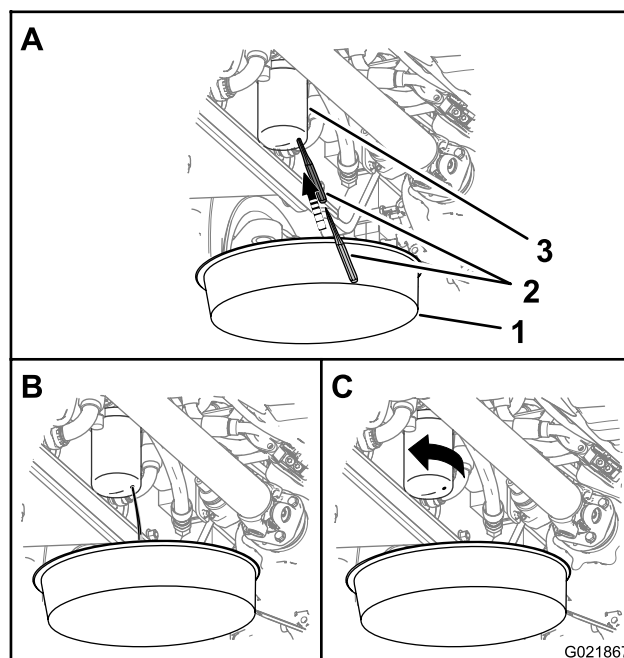

Figura 95
Nota: É possível acessar o filtro de pressão hidráulica por baixo da parte direita da máquina, atrás do reservatório hidráulico (Figura 95).
1. Posicione um recipiente sob o filtro de pressão hidráulica (Figura 95).
2. Perfure o fundo do filtro de pressão hidráulica, escoando o fluido hidráulico residual para o recipiente (Figura 95).
3. Gire o filtro de pressão hidráulica no sentido anti-horário, removendo-o (Figura 95).